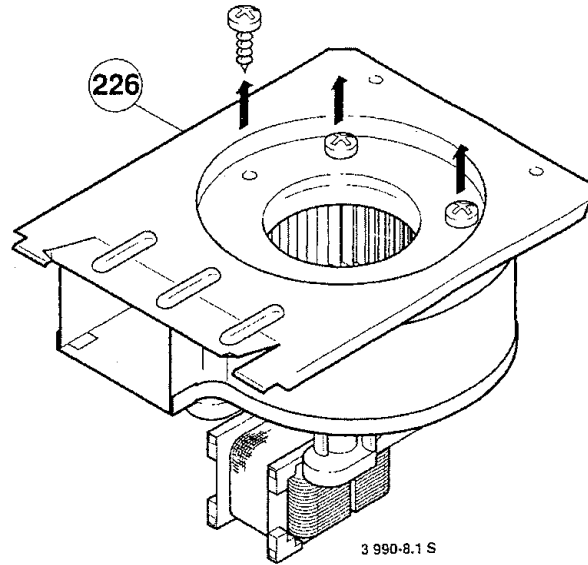

Bild 8
- Schrauben an der Saugseite des Abgasventilators (226) herausdrehen (Bild 8)
- 4 Schrauben an der Saugseite des Abgasventilators (226) herausdrehen (Bild 8)